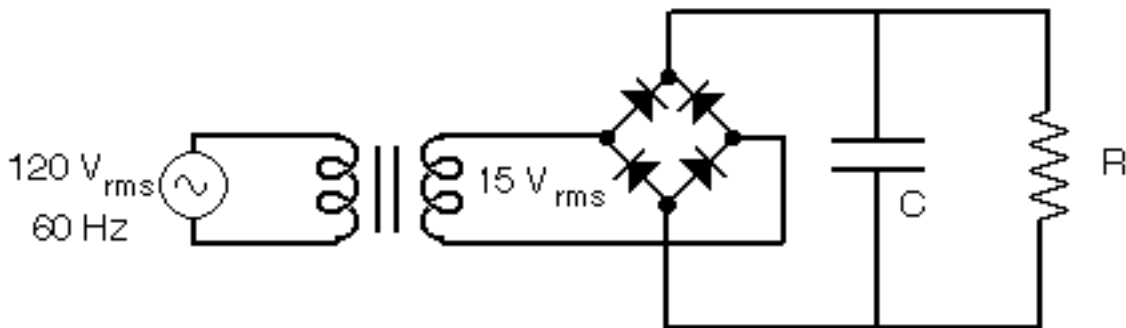

Figura 6.2. Rectificador de onda completa con filtro capacitivo
4.- En el circuito de la Figura 6.2, el rectificador de onda completa con filtro capacitivo:
6.- Monte el circuito de la Figura 6.2 y observe en la pantalla del osciloscopio en forma simultánea los siguientes pares de formas de onda: El voltaje junto con la corriente en el secundario del transformador, el voltaje en uno de los diodos junto con la corriente en el transformador, y el voltaje en uno de los diodos junto con el voltaje en la resistencia de carga. Para los dos primeros pares de curvas debe incluir una resistencia de prueba de bajo valor nominal, como se indica en la Figura 6.3. Dibuje en su papel milimetrado las formas de onda indicadas e identifique cuidadosamente los valores pico y los tiempos de interés en las curvas dibujadas.